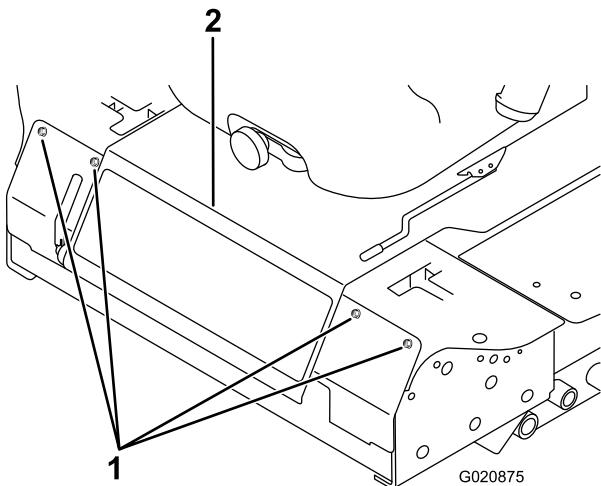

Figure 79
2. Retirez les boulons de fixation du panneau avant et déposez le panneau (Figure 79).